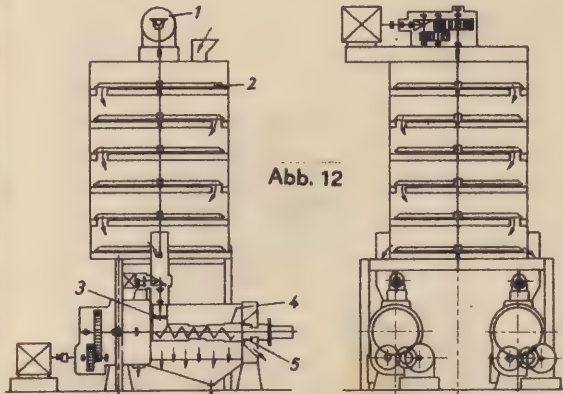

Abb. 12
Die Anlage, wie sie Abb. 12 zeigt, besteht aus zwei nebeneinander stehenden Schneckenpressen und den sechs Wärmepfannen zum Vorwärmen des Preßgutes, die auf einem Formstahlgerüst übereinander angeordnet sind. Die oberste Pfanne trägt den Antrieb der Rührwelle (1), die durch sämtliche Wärmepfannen hindurchgeht und an der in jeder Pfanne umlaufenden Rührflügel (2) befestigt sind. Auf jeder Presse befindet sich eine elektrisch betriebene Stopfvorrichtung (3) die mit ihrem Antriebsmotor gekuppelt ist. In dem stufenartig ausgebildeten Preßkorb dreht sich die Preßschnecke (4), deren Druck durch eine Konusstellvorrichtung eingestellt werden kann. Die Preßschnecken werden mit Keilriemen über ein Zahnradgetriebe von je einem 30 bis 40 kW starken Motor angetrieben. Zur Heizung der Wärmepfannen ist Dampf von etwa 3 bis 4 atü erforderlich.